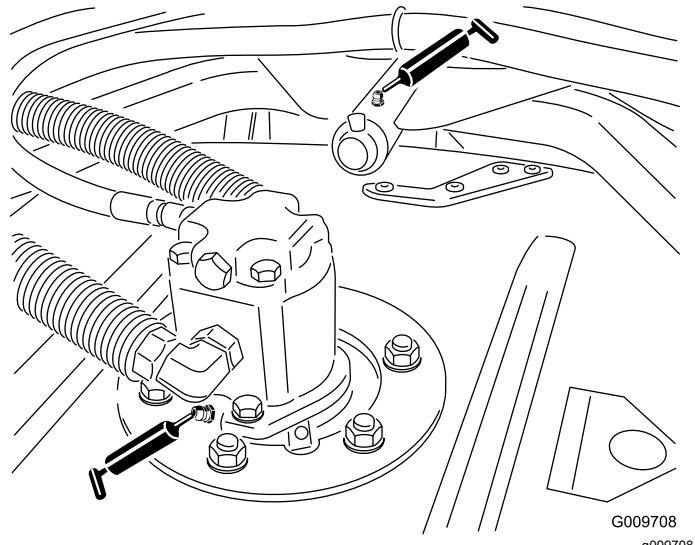

**Figure 53**
- Bagues de bras de levage (1 par unité de coupe), comme montré à la Figure 53.
- Bagues de vérin de levage (2 par unité de coupe), comme montré à la Figure 53.